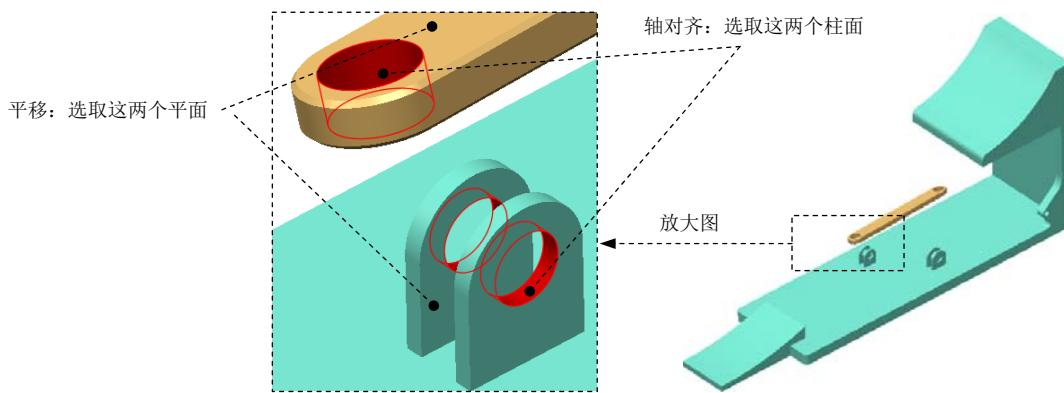
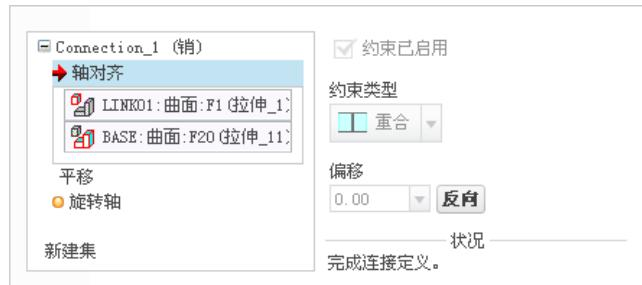

图 9.5.2 创建销 (Pin) 连接
图 9.5.3 定义“轴对齐”约束
Step2. 引入元件 LINK01.prt，并将其调整到图 9.5.2 所示的位置。
(1) 在“元件放置”操控板的机械连接约束列表中选择 销 选项。
(2) 定义“轴对齐”约束。单击操控板中的 放置 按钮，分别选取图 9.5.2 中的两个柱面为“轴对齐”约束参考，如图 9.5.3 所示。
(3) 定义“平移”约束。分别选取图 9.5.2 中的两个平面为“平移”约束的参考，如图 9.5.4 所示。